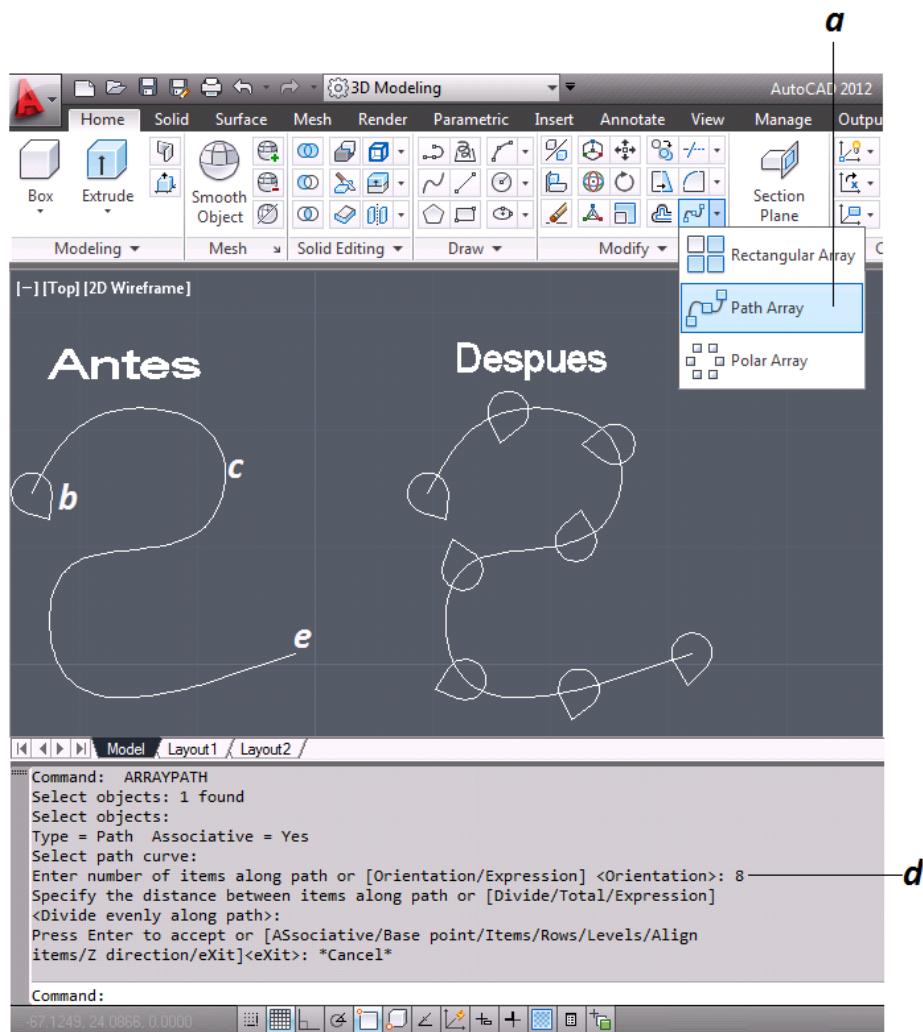

Figura 3.35 Modificación de Entidades “Repetición por Ruta”
- Se selecciona el icono Matriz o Repetición por Ruta (*figura 3.35*).
- Se selecciona el objeto que se desea copiar y enter (*figura 3.35*).
- Se selecciona la línea que será la ruta por donde se copie el objeto (*figura 3.35*).
- Se introduce 8 que será el número de copias deseadas y enter (*figura 3.35*).
- Se pide la distancia que tendrá cada uno de los elementos copiados, en este caso se selecciona el final de la curva (*figura 3.35*).